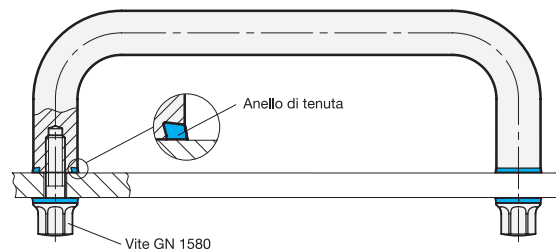

Fig. 2
- montata sul lato posteriore utilizzando un collegamento a vite con design igienico (Fig. 2).